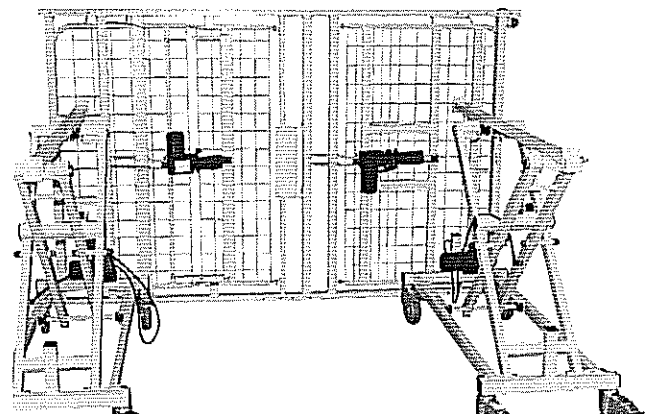
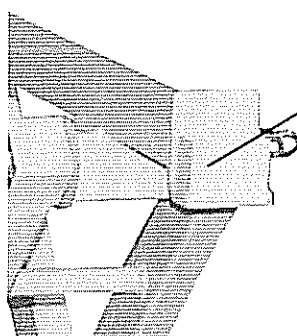
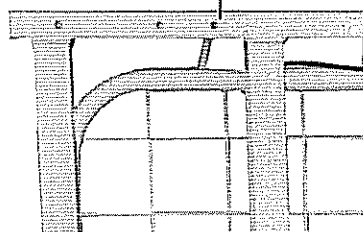

Abbildung 7
Abbildung 8
Abbildung 9
5. Die beiden Scherenhübe so positionieren, dass sie sich mit der Auflage (Abbildung 8) in etwa im Abstand der dritten Gewindebohrung (Abbildung 9) der montierten Liegefläche befinden (Abbildung 7).